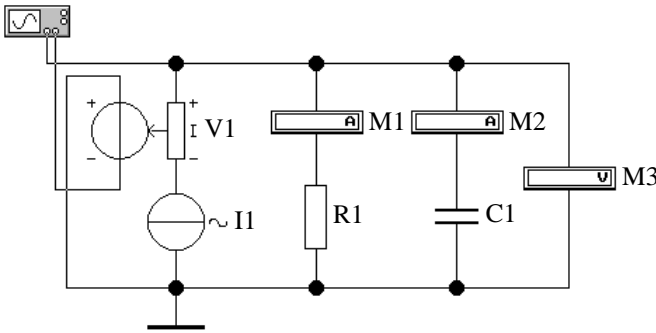

Рис. 4
3.6. Соберите схему для исследования параллельной RC -цепи (рис. 4). Емкость C_1 находится в группе «Basic». Включите отображение позиционных обозначений и параметров элементов.